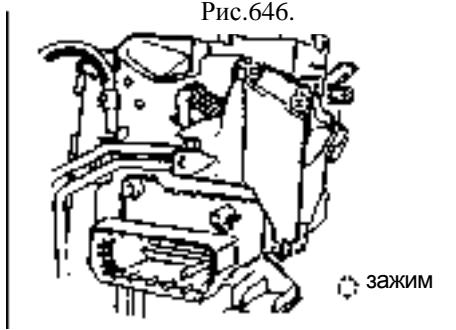

Рис.646.
52. Снимите центральный нагреватель (рис.646).